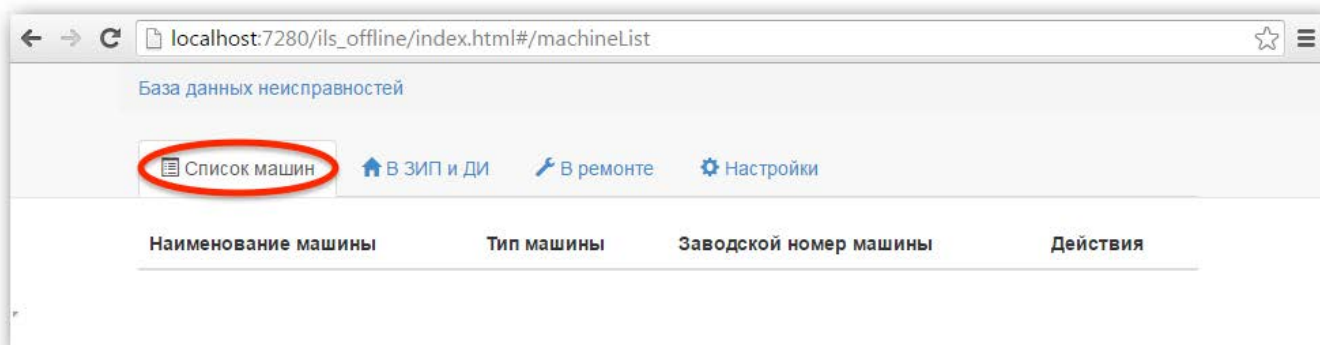

Рис. 4-6 – Вкладка «Список машин»
3) После выполнения соединения с web-сервером откроется страница со вкладкой «Список машин» (рис. 4-6)⁴⁾. При первом запуске программы данные на вкладках «Список машин», «В ЗИП и ДИ», «В ремонте» отсутствуют и их необходимо загрузить из БД.